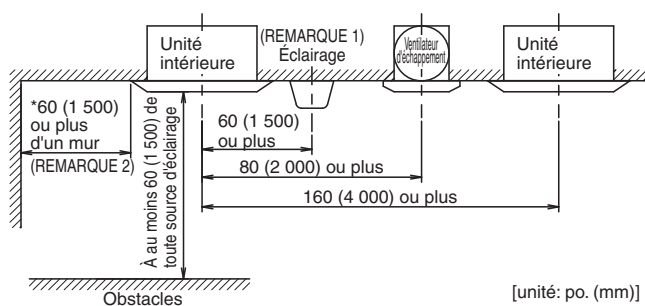

Fig. 2
- La présence de toute trappe d'aération, de luminaires ou d'autres appareils peut nuire au déplacement de l'air et salir le plafond s'ils sont trop près, et il convient donc de suivre les directives de la Fig. 2 lors de l'installation.